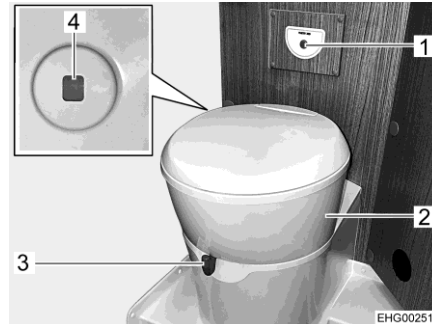

Bild 104 Toilette
Die Toilettenschüssel kann in die gewünschte Position gedreht werden. Dazu mit beiden Händen das Oberteil (Bild 104,2) der Toilette fassen und drehen.
Die Bedieneinheit mit dem Spülknopf (Bild 104,1) ist in der Nähe der Toilettenschüssel angebracht.
Die Füllstandsanzeige (Bild 104,4) ändert die Farbe von Grün auf Rot, wenn der Fäkalientank entleert werden muss.
- Vor dem Spülen den Schieber der Toilette öffnen. Dazu den Schieberhebel (Bild 104,3) entgegen dem Uhrzeigersinn schieben.
- Zum Spülen den blauen Spülknopf (Bild 104,1) drücken.